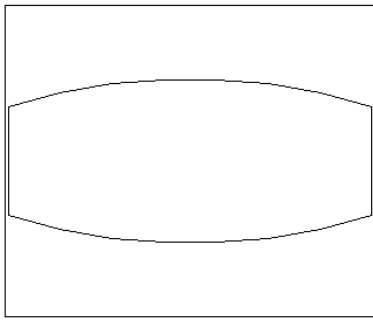

图 14-25
(4) 修剪处理。单击  按钮或者在命令行直接输入 trim，结果如图 14-25 所示。
(5) 闭合多义线。在命令行直接输入 `pedit`。